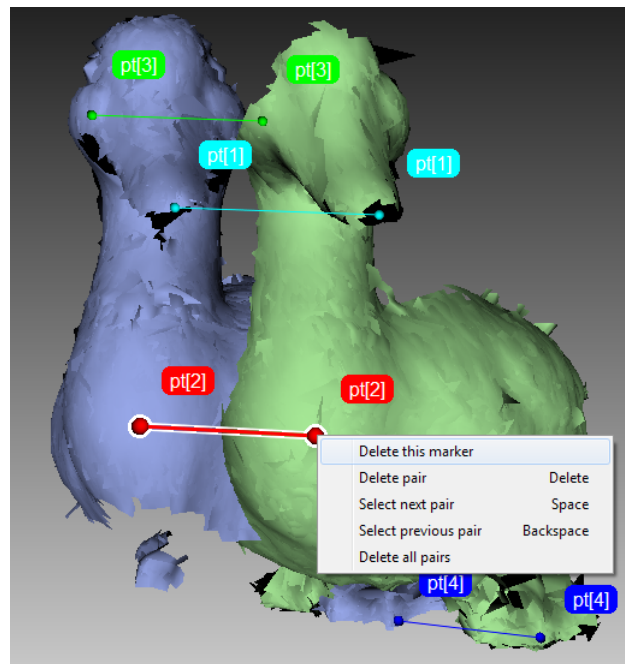
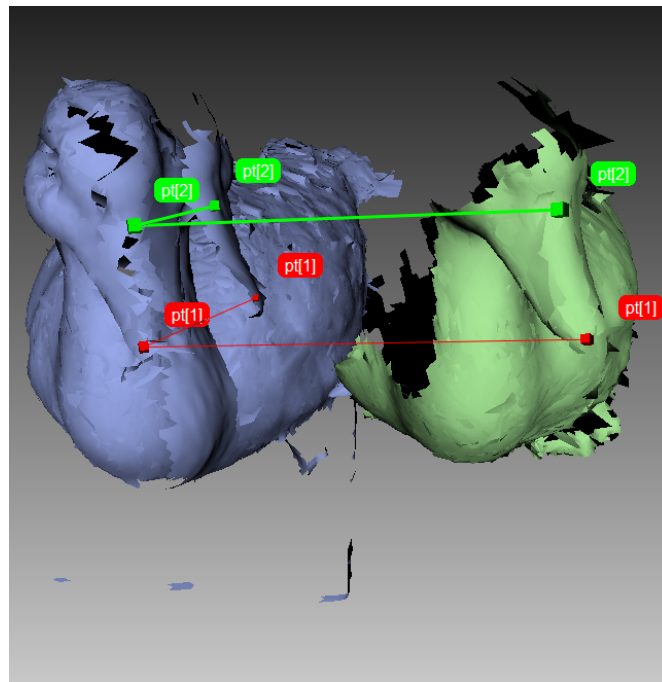

Рис. 8.27: Создание пары точек
Рис. 8.33: Перед совмещением: добавлено два набора точек
При расстановке точек в режимах *Жесткой* и *Нежесткой* сборки пары создаются автоматически: указав одну пару точек, вы можете сразу создавать следующую. В режиме *Сложная* создание набора требуется подтверждать нажатием клавиши Пробел или кнопки *Новый набор* на левой панели, так как набор может состоять из нескольких точек (см. Рис. 8.27 и Рис. 8.33).
3. Создайте несколько пар точек (Рис. 8.27), следуя рекомендациям из *Особенности указания и редактирования точек*.
3. Создайте один или несколько наборов точек на поверхности скана или сканов (Рис. 8.33), следуя рекомендациям, приведенным в подразделе *Особенности указания и редактирования точек*.